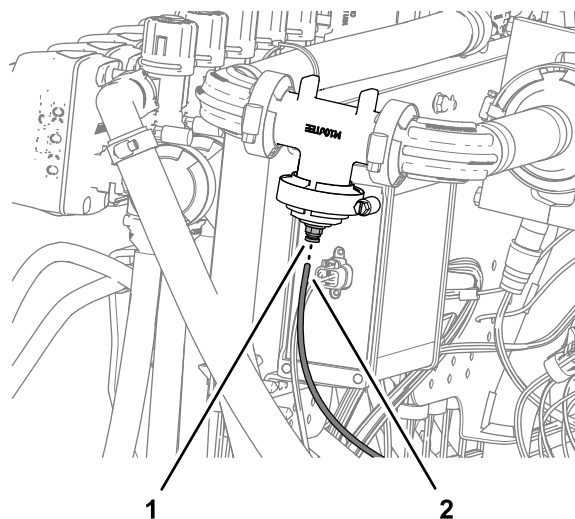

Figure 136
1. Alignez le bout du tube de détection de pression (plastique) associé au manomètre monté sur la planche de bord et la bague de blocage du raccord de tube (Figure 136).
2. Insérez le tube de détection dans la bague de blocage jusqu'à ce que le tube soit complètement engagé (Figure 136).